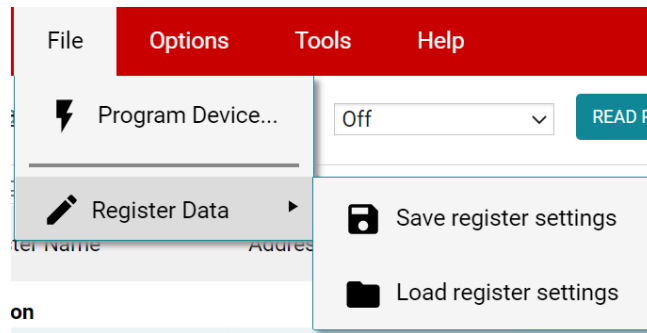

图 3-10. 保存和加载寄存器设置
- 为了方便起见，可以将寄存器设置保存起来，之后再载入任何具有相同寄存器映射的器件。为此，可转到 *File* > *Register Data*，如图 3-10 中所示。